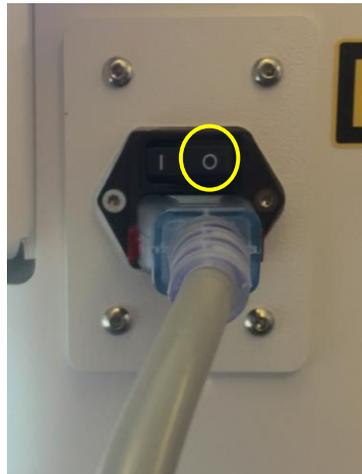

Figure 3-49. Position de mise hors tension
- Mettre l'interrupteur principal d'alimentation sous tension sur la base du KXL sur la position « Off » (Arrêt), comme illustré à la figure 3-49.